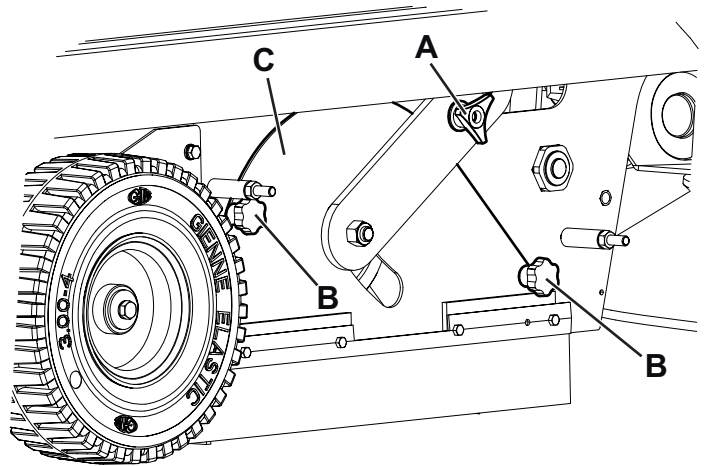
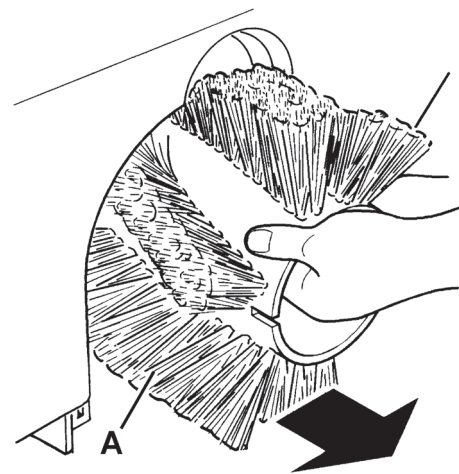
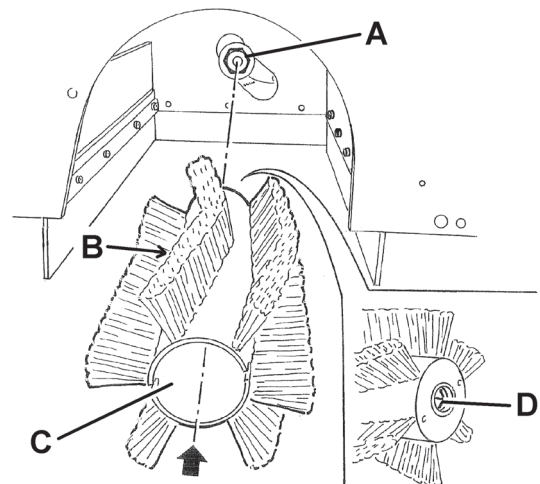

Figure 4
Figure 5
Figure 6
2. Tourner la clé de contact (72) sur « 0 ».
3. Dévisser les pommeaux (23) et enlever le portillon droit (22).
4. Dévisser le pommeau (A, Fig. 4).
5. Dévisser les pommeaux (B) et enlever le couvercle du logement (C) du balai.
6. Enlever le balai (A, Fig. 5).
7. Contrôler que le moyeu entraîneur (A, Fig. 6) est propre et non obstrué par des objets (cordes, chiffons, etc.) enroulés accidentellement.
8. Installer le nouveau balai central, en orientant les poils (B) comme indiqué dans la figure.
9. Installer le nouveau balai (C) dans la machine et s'assurer que sa prise (D) s'insère dans le moyeu d'entraînement respectif (A).
10. Installer le couvercle du logement (C, Fig. 4) du balai et visser les pommeaux (B) et (A).
11. Installer le portillon droit (22) et visser les pommeaux (23).